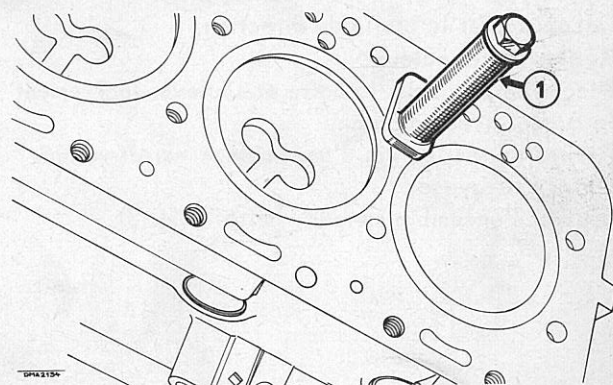

Fig. 7
Monter sur deux vis de culasse deux entretoises (1) (Mot. 133) de maintien des chemises (Fig. 7).